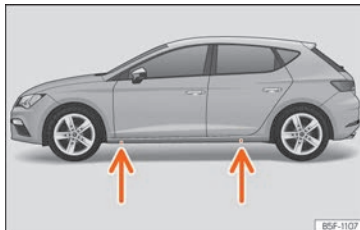

Abb. 40 Aufnahmepunkte für den Wagenheber.
- Suchen Sie am Längsträger die Markierung des Aufnahmepunktes für den Wagenheber (Eindrückung), die dem zu wechselnden Rad am nächsten liegt »» **Abb. 40**.